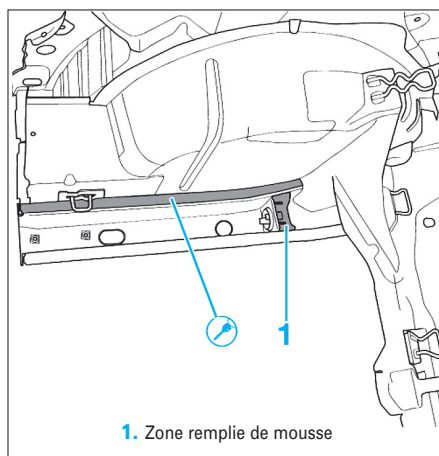

FIG. 133
- Eliminer les restes de mousse (Fig.133).
- Dépointer le longeron arrière comme illustré (Fig.133).